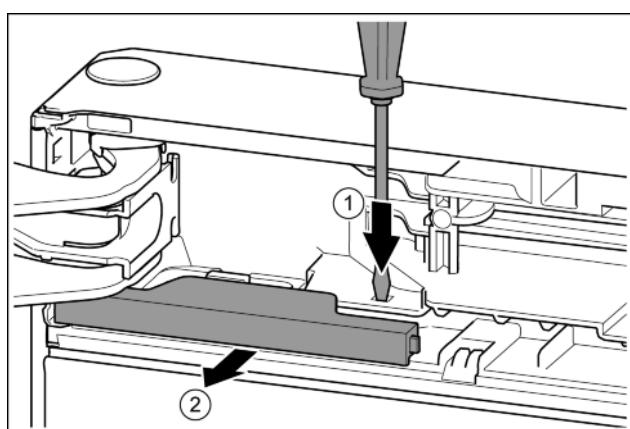

Fig. 14
- Odvijačem s ravnom glavom pritisnite jezičac. Fig. 14 (1)
- Izvucite pokrov iz uskočnog zatvarača. Fig. 14 (2)